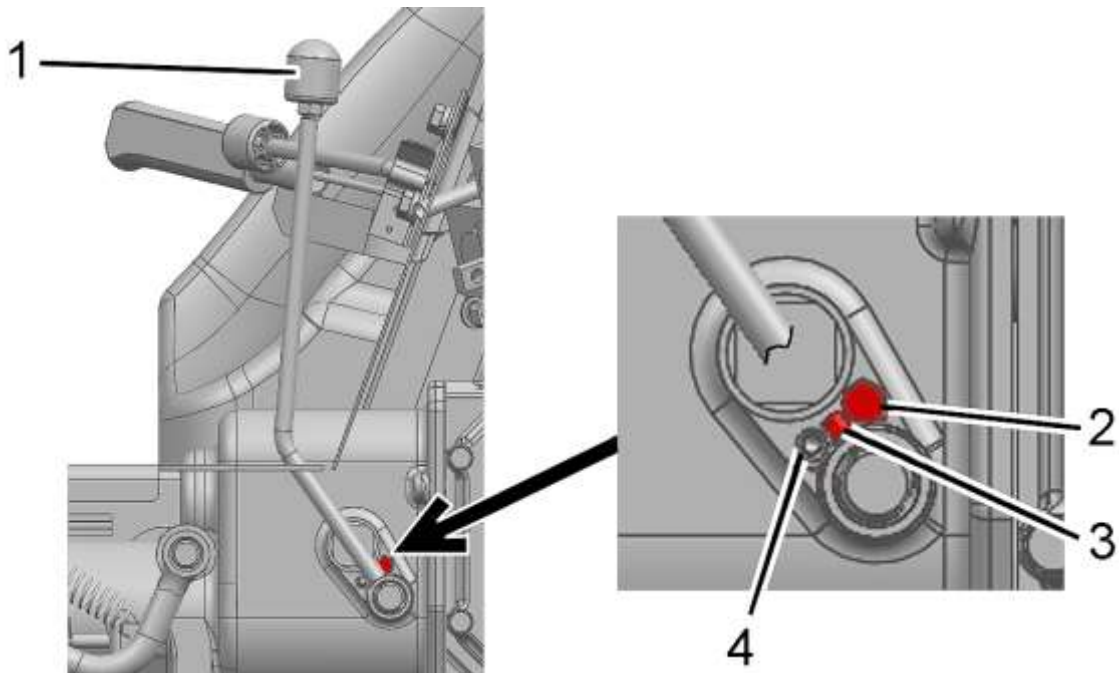

Рисунок 2.13.1 – Управление ВОМ
- установите рычаг 1 (рисунок 2.13.1) в нейтральное положение;
При работе трактора без использования заднего ВОМ рукоятка 1 (рисунок 2.13.1) переключения заднего ВОМ с зависимого на синхронный привод должна находиться в нейтральном положении. Защитная пластина заднего ВОМ должна быть установлена.